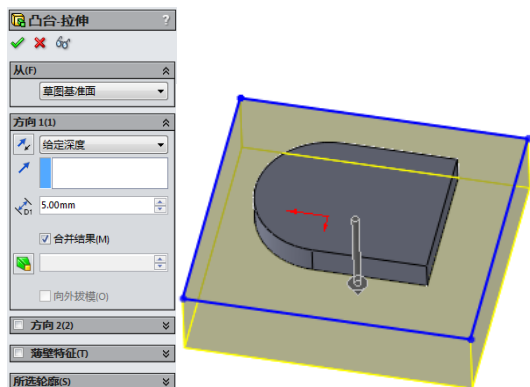

图 10-126 进行拉伸操作
⑤生成“拉伸”特征。单击“特征”工具栏中的“拉伸凸台/基体”按钮, 或执行“插入”→“凸台/基体”→“拉伸”菜单命令，系统弹出“凸台-拉伸”属性管理器，在方向 1 的“深度”栏中键入数值 5，如图 10-126 所示，单击“确定”按钮.
⑥生成“圆角”特征。单击“特征”工具栏中的“圆角”按钮, 或执行“插入”→“特征”→“圆角”菜单命令，系统弹出“圆角”属性管理器，选择圆角类型为“等半径”，在圆